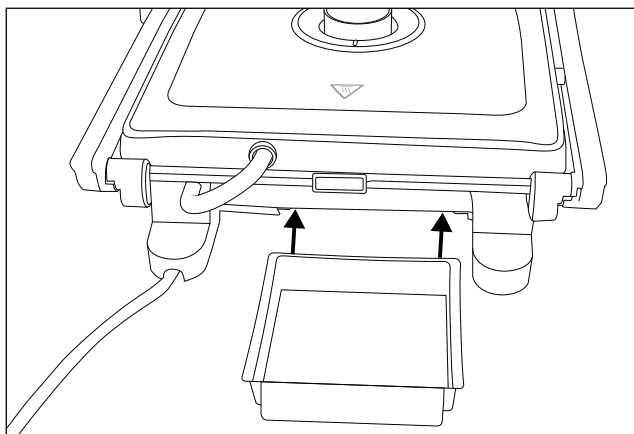

Fig. 1
- 1) Feche a tampa do aparelho pela pega ❸.
- 2) Coloque o recipiente de recolha de sucos ❹ no suporte existente na traseira do aparelho (fig. 1).
- ◆ Feche o fecho de segurança ❹.
- ◆ Para guardar o raspador de limpeza ❸, pode colocá-lo no recipiente de recolha de sucos ❺. Em seguida, coloque o recipiente de recolha de sucos ❺ no suporte existente na traseira do aparelho (fig. 1).